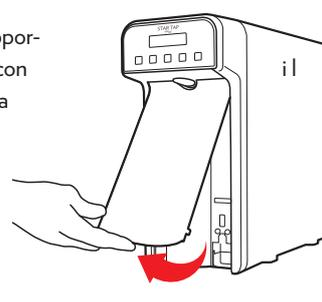

Fig. 1-13
29.9 - Estrarre il coperchio del pannello frontale in plastica afferrandolo dal lato inferiore e tirandolo in avanti, vedi Fig. 1-13.